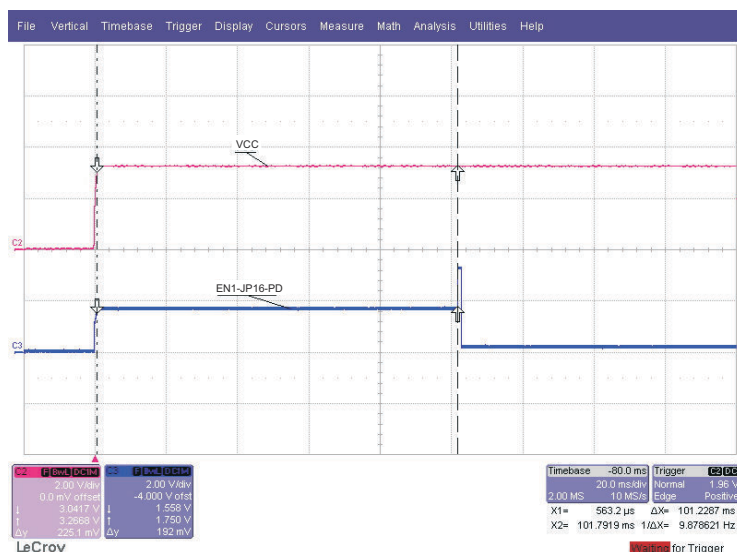

图 5-2. 上电延迟，有参数更改
- 配置更改通过校验和的情况：如果用户参数区域已更新，但器件尚未复位（请参阅 UCD9081 数据表 RESET 说明），则用户和应用程序参数区域不匹配。在下次复位后，会进行校验和测试。如果测试通过，则 UCD9081 会将用户参数复制到应用程序参数区域。此操作的标称时间为 102ms，如图 5-2 所示。后续上电（用户参数不变）属于正常类别。
- 配置更改未通过校验和的情况：如果校验和测试失败，则 UCD9081 会将应用程序参数复制回用户参数区域。此操作的标称时间为 102ms，如图 5-2 所示。